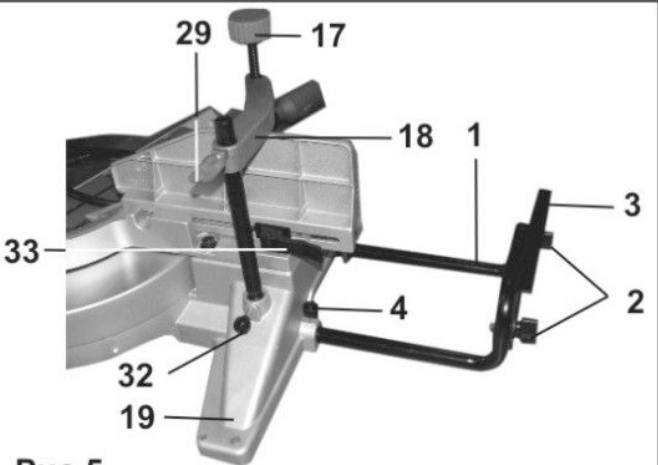

Рис.5
9.2. Установка выдвижных опор и фронтальных упоров, Рис. 5,6
9.3. Установка струбины, Рис. 5
10.4. Крепление заготовки, Рис. 5